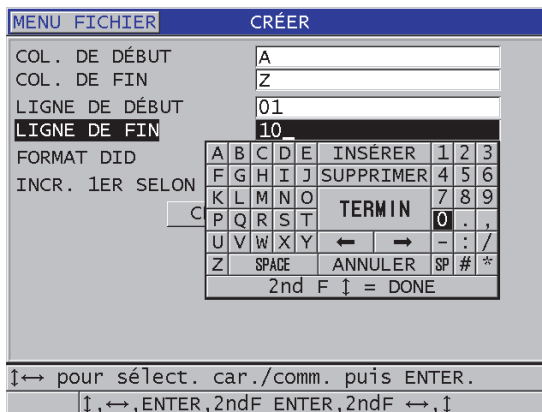

Figure 11-10 Configuration de la plage d'identifiants (ID) d'un fichier de données de type grille 2D
3. Sur la deuxième page de l'écran **CRÉER** (Figure 11-10 à la page 204), faites ce qui suit :